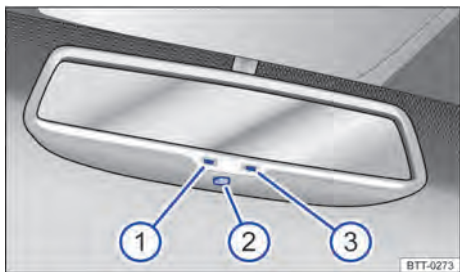

Fig. 78 No para-brisa: espelho retrovisor interno com antiofuscante automático.
Legenda para → Fig. 78:
- ① Luz de controle.
- ② Interruptor.
- ③ Sensor para reconhecer a incidência de luz por trás.
O antiofuscamento automático pode ser ligado e desligado com o interruptor no espelho retrovisor interno → Fig. 78 ②. Com o antiofuscamento automático ligado, a luz de controle → Fig. 78 ① se acende.
- Um sensor no lado que indica para o interior do veículo, que mede a incidência de luz por trás → Fig. 78 ③.